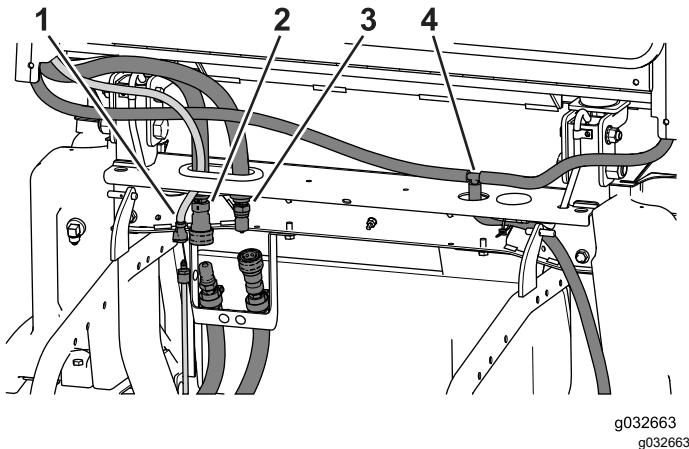

Bild 73
1. Verlegen Sie den Schlauch der Scheibenwaschanlage, den Zulaufschlauch und den Rücklaufschlauch der Heizung durch die Scheibe (Bild 73).
3. Verlegen Sie den Ablassschlauch durch die Scheibe und nach unten zum unteren Überrollsitzschutzrohr (Bild 73).